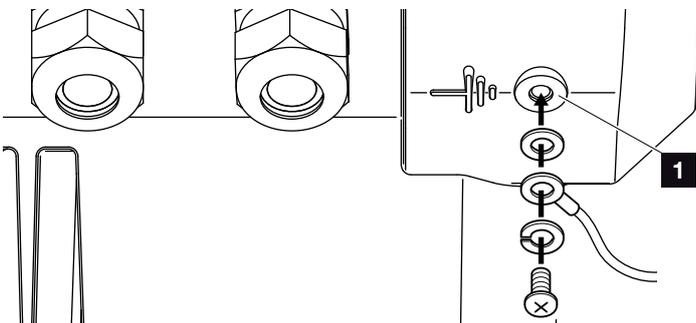

Fig. 33: Collegamento di terra specifico del Paese
9. Nei paesi in cui è prescritta una seconda connessione PE, questa va collegata al punto contrassegnato sull'involucro (interno o esterno) con la coppia prescritta di 3 Nm (M6). **Fig. 33, pos. 1**